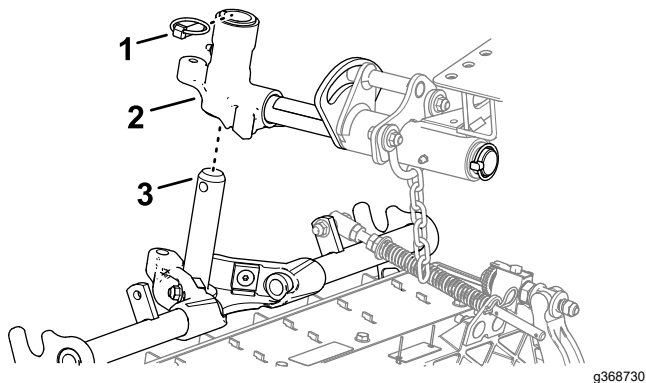

Bild 26
1. Schieben Sie ein Mähwerk unter den Hubarm (Bild 26).